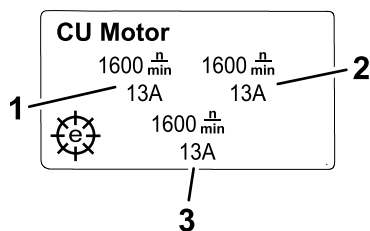

Figura 20
- **Ecran cu informații despre motorul unității de tăiere (CU)  (Figura 20):** arată turaia și curentul de alimentare al fiecărui motor al unității de tăiere.